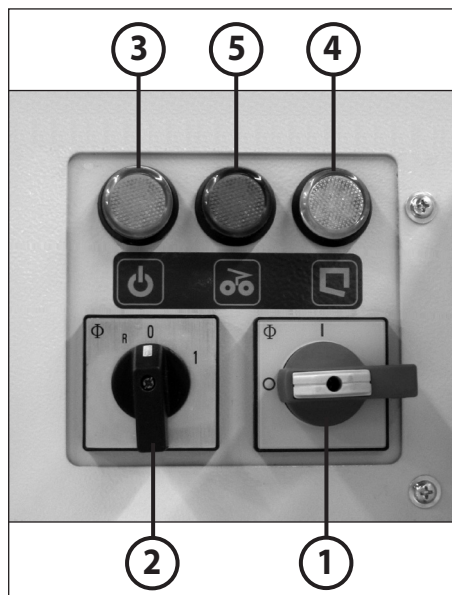

fig. 11
1. O mecanismo de corte bloqueia. A luz de controlo (4) (fig. 11) acende-se.
Repara o material conduzido para trás, e continue com o corte de papel com uma menor quantidade. A máquina tem que estar desligada primeiro no interruptor giratório (2) (fig. 11) (pos. „0”), e estar ligada a seguir novamente (pos. „1”).